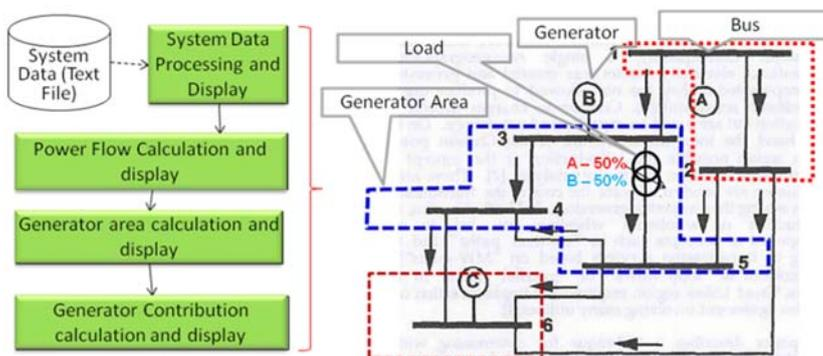

図2 電力の仮想的な「色づけ」
- 系統情報に基づいて、開発したシミュレータにて、「電力の仮想的な色づけ」手法を用いて、対象配電系統に接続しているEVごとの充放電パターンを算出します(図2)注)。